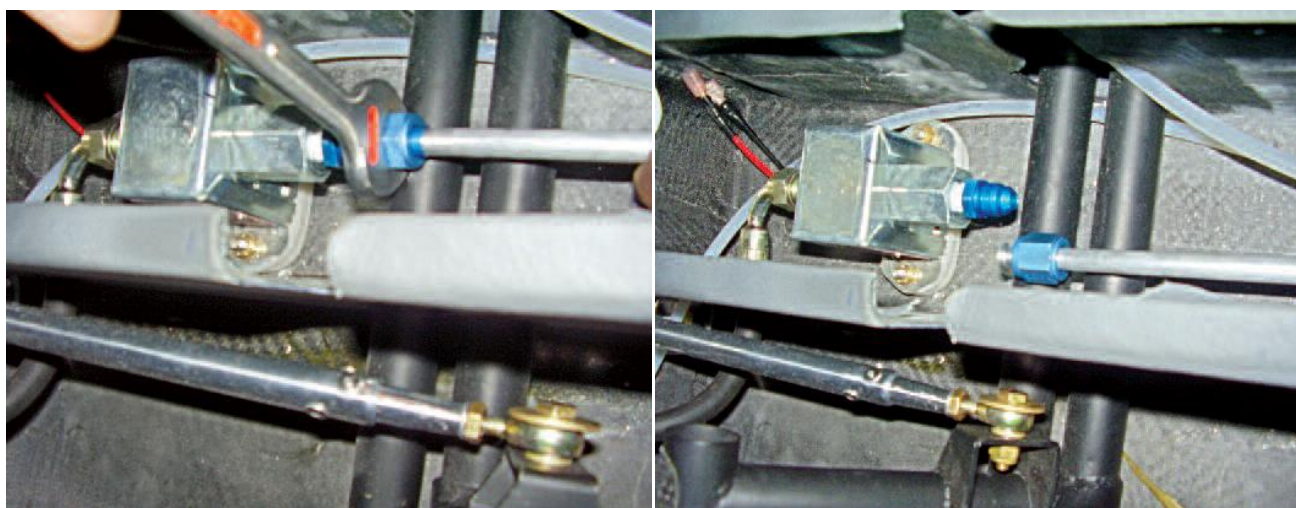

Figura 28.20.21 –Tubo AA-28-20-400-44 e Bomba elétrica de Combustível
7. Desconectar o tubo de combustível AA-28-20-400-44, mostrado na figura 28.20.21, com uma chave combinada de 5/8”;